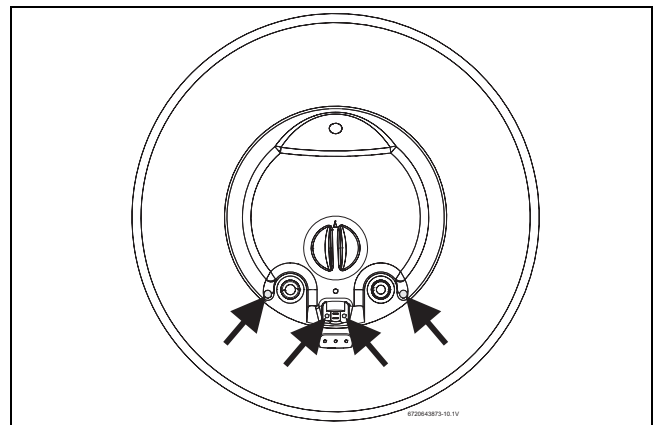

Рис. 13 Положення гвинтів
- ▶ Послабте 4 гвинти та зніміть кришку бойлера (→ Рис. 13).